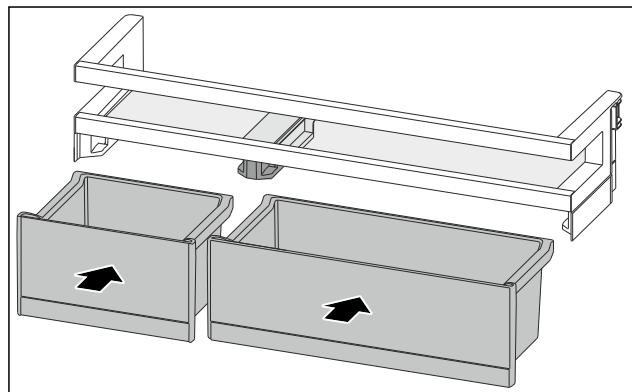

Fig. 115
- ▶ VarioBoxen in gewijzigde toewijzing plaatsen. (zie Fig. 115)